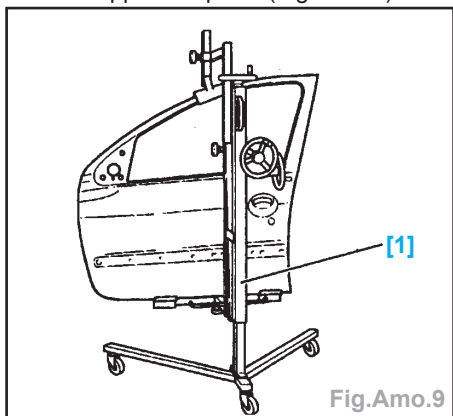
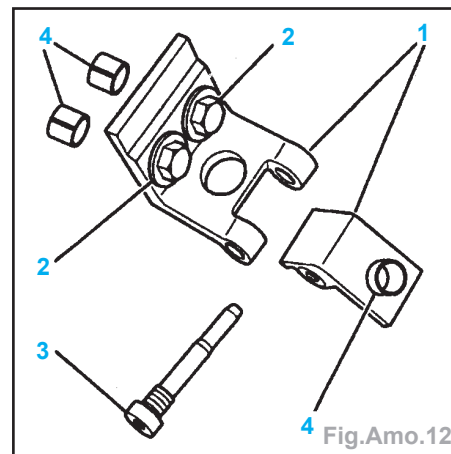

Fig.Amo.9
Fig.Amo.12
Outil : Support de porte (Fig.Amo.9).
- Mettre en place la porte neuve sur le support (Fig.Amo.9).
- Mettre en place les charnières (1) munies de pions de centrage sur le pied AV.
- Serrer sans bloquer les vis (2) (Fig. Amo.12).
**Nota :** En cas de difficultés de mise en place, déposer les pions de centrage (4) de pied et éventuellement celui de la porte (Fig.Amo.12).
- Serrer les fixations (2) à 2,0 daN.m.
- Serrer les fixations (3) à 1,4 daN.m.